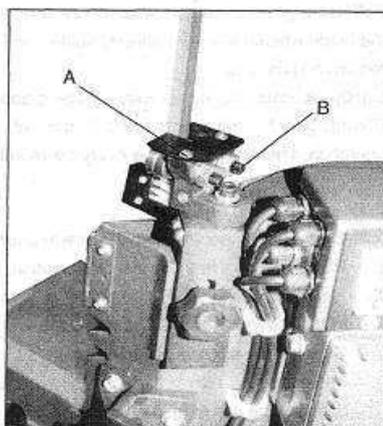

Fig.14
3. Desserrez la vis à tête hexagonale (A, fig. 14) et ajustez l'ensemble pour que le palier à rouleaux arrière se trouve à environ 0,08 mm ~ 0,12 mm du dos de la lame.